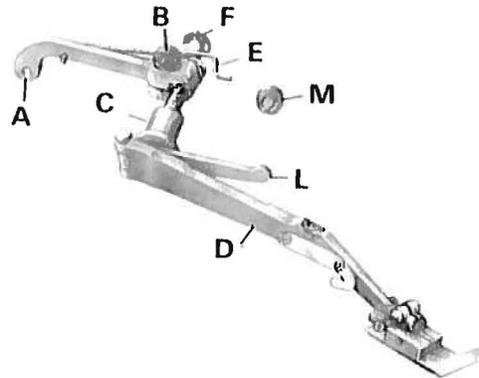

fig.12
e) Bloccaggio e regolazione leva porta piedino (fig. 12)